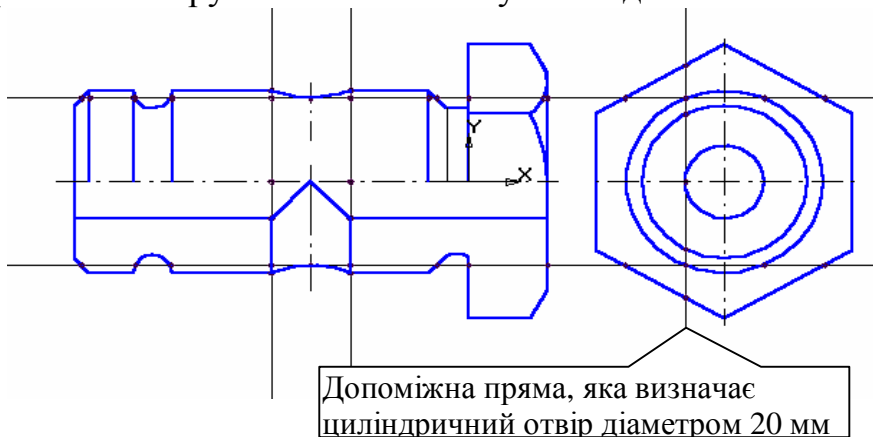

Рис. 6.15.
7. Виконайте побудови, що залишилися рис. 6.15. На вигляді зліва побудуйте правильний шестикутник і три кола. Для побудови трьох концентричних кіл зручно після виклику команди *Введення кола* вказати
положення загального для всіх трьох кіл центр і натиснути на кнопку *Запам'ятати стан*. Після цього вводьте послідовно радіуси кіл. Для побудови лінії перетину циліндричних поверхонь з діаметрами 20 мм, 20 мм і 50 мм на вигляді зліва допоміжної вертикальної прямої нанесіть коло діаметром 20 мм, а потім за допомогою горизонтальних допоміжних прямих визначте максимальні точки, рис. 6.15, 6.16. Лінії перетину виконайте дугою *По трьох точках*.